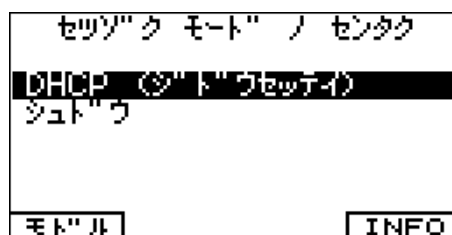

図 4.3.4-1 接続モードの選択画面
7. FUNCTION キーを押して、接続モードの選択画面を表示します(図 4.3.4-1 参照)。